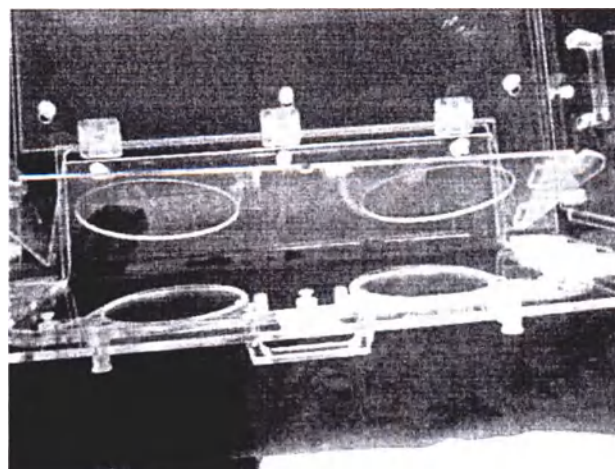

Рисунок 65
3.6.21 Снять с фиксаторов и вынуть внутреннюю стенку откидного переднего люка капсулы (рисунок 65).